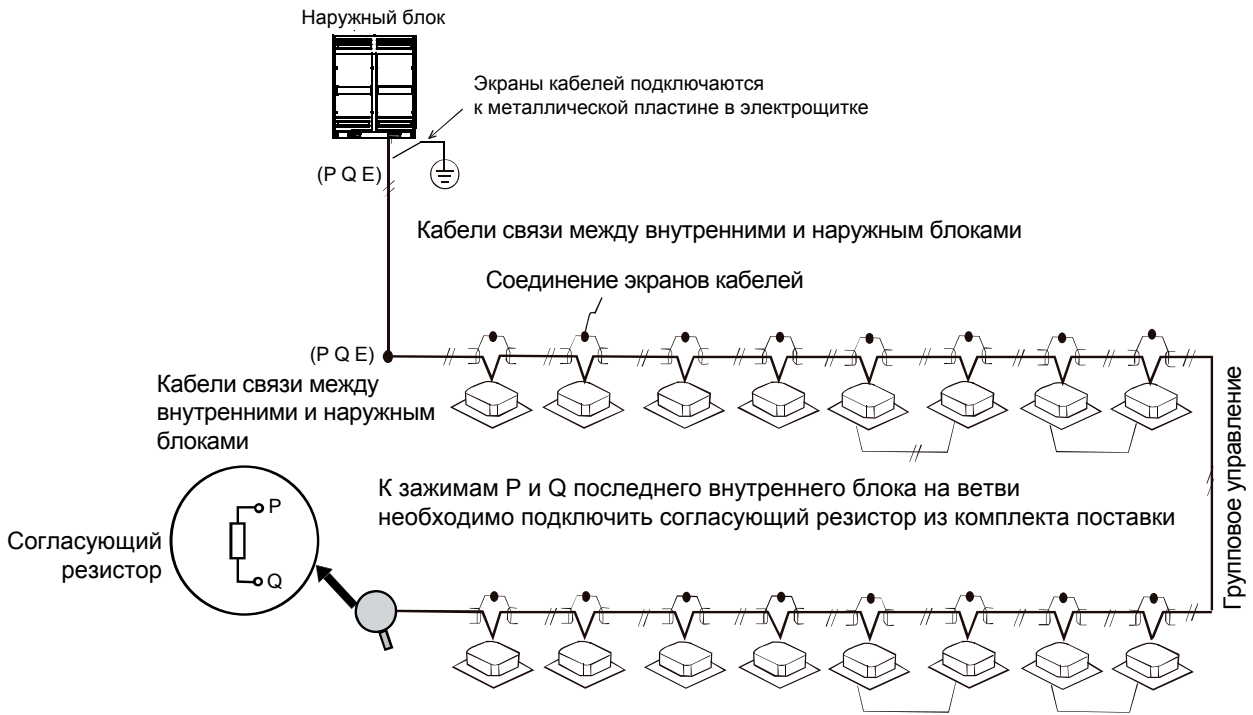

Рис. 7-1
2. Экраны всех сигнальных кабелей должны быть соединены между собой и заземлены (см. рис. 7-1).